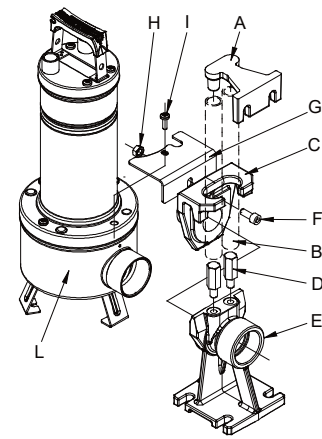

图 2
固定安装我们建议使用 DSD2 提升装置（可要求提供-见 图 2）以便于泵的维修。将其安装在泵的出口和管路之间，进行维修 工作时可以不用拆除出口管路。DSD2 装置由 8 分组成：
底座要用相应尺寸的可调螺丝固定在污水箱的底部。管路的导向 支架必须固定在井或泵坑的顶部，嵌在两根 3/4" 管路（未提供）的末端起滑道作用。通过两个管路把支架和底座连接起来。把底座架同泵输水口处的吸入滤网连接，用提供的螺丝 封闭滤网盖和其它。取出水液端 (I) 法兰的上螺栓。装上防旋转套 (G)。装上螺栓 (I)。从耦合脚中抽出导轨，将其与泵出液口相连。按照图中所示方式借助螺栓 (F) 和螺帽 (H) 将导轨固定在泵上。重新将导轨/泵总成放置在基脚上 (图 2)。